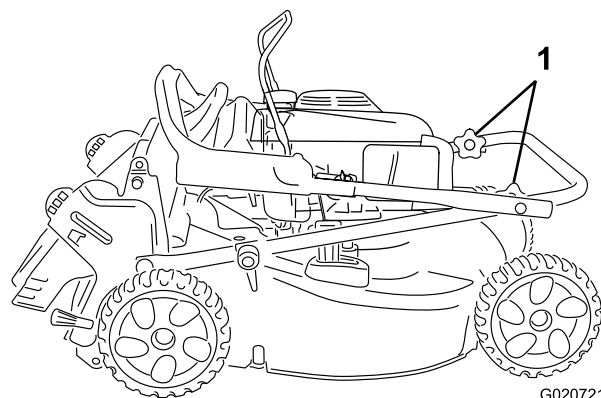

Figura 20
3. Gire la sección superior del manillar hacia atrás sobre el motor; consulte Figura 20.